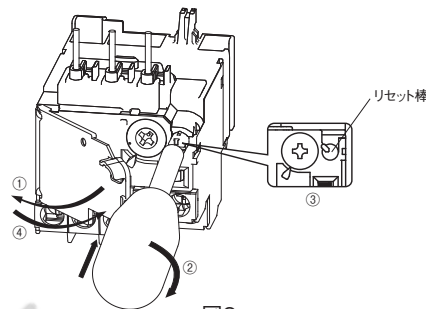

図2
(6) 手動リセットモード・自動リセットモードの切換え方法【図2】